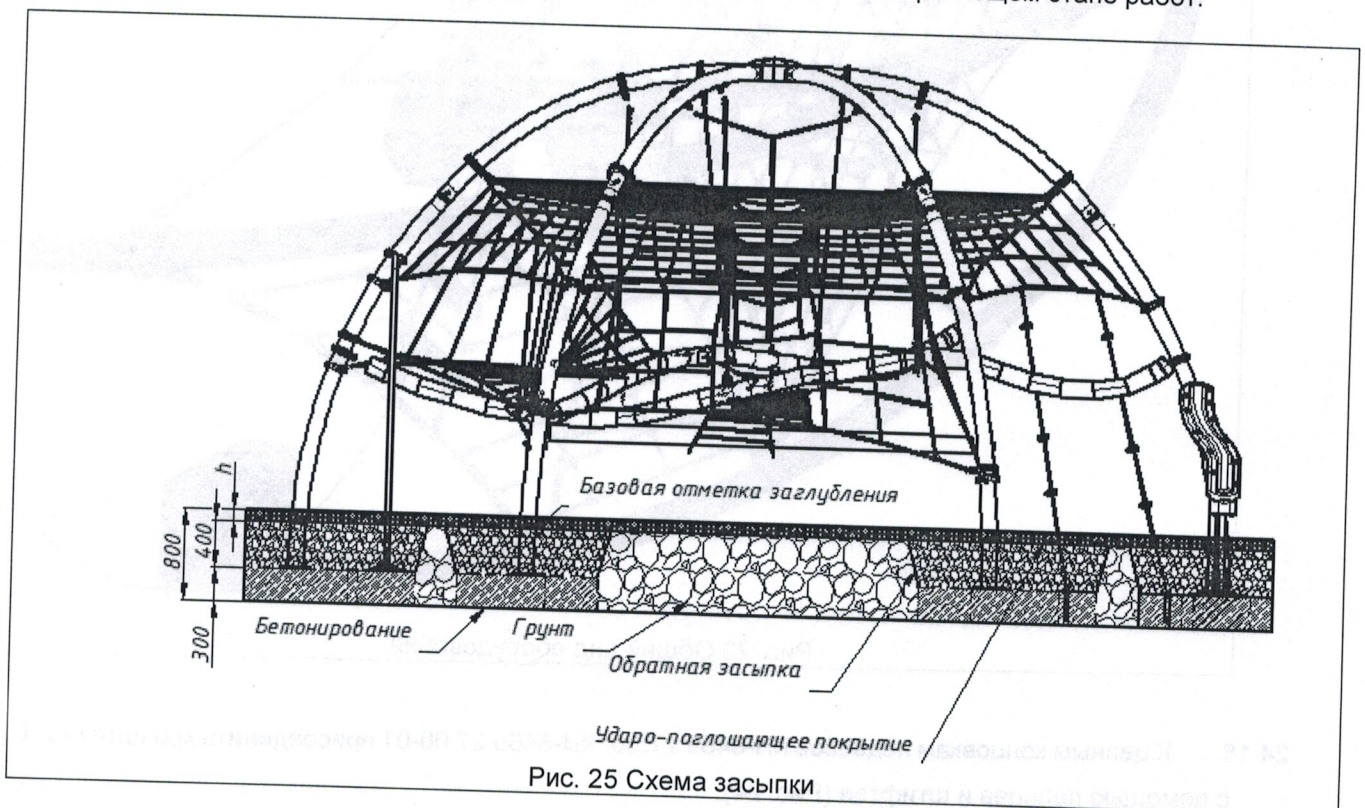

Рис. 25 Схема засыпки
- 24.2. Снять верхний слой грунта по всей зоне приземления на глубину ударопоглощающего покрытия в соответствии с п.20.5. Затем вырыть ямы под бетонные блоки для установки опалубки. Установить в ямы опалубку согласно схеме бетонирования (Рис. 3, Рис. 25) и размерам опалубочных блоков (Рис. 4). С помощью нивелира обеспечить один уровень всем поверхностям основания.
24.1. Укладку ударопоглощающего покрытия выполнить в соответствии с Рис. 2, Рис. 25. Размер h - толщина ударопоглощающего покрытия в соответствии с выбранным типом УПП (п. 20.4).